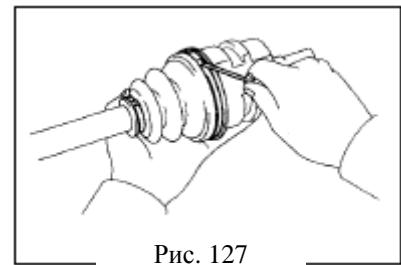

Рис. 127
**15. Отсоедините большой хомут внутреннего ШРУСа с помощью отвертки(рис. 127)**